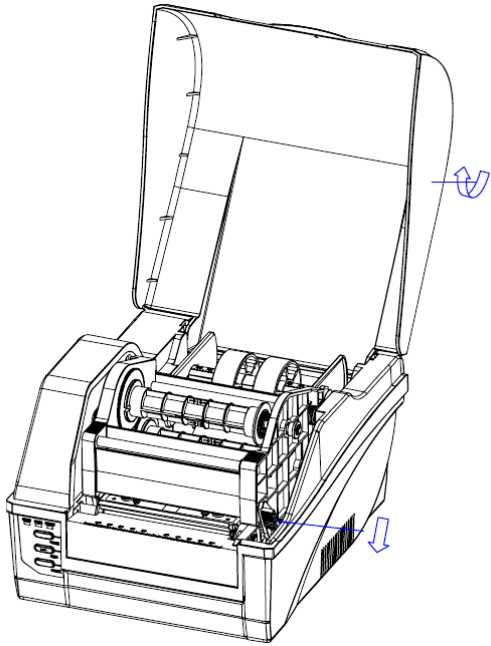

Рис.5.1.
1. Поднимите верхнюю крышку принтера (Рис. 5.1)